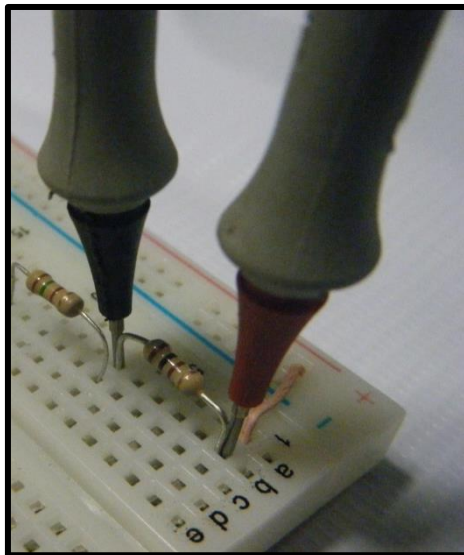

Figura 1.3. Medición de resistencias.
3. Desconéctense las puntas de prueba y colóquense en los extremos de la resistencia que se vaya a medir, como se observa en la *figura 1.3*, (*asegurándose antes de que la resistencia este desconectada de la alimentación eléctrica*). Se lleva el ajuste de la escala del óhmetro hasta que se logre aproximadamente una deflexión de media escala (asegurándose de reajustar el cero del final de la escala antes de anotar el valor de la resistencia). Esta escala dará el resultado más exacto. Se puede leer directamente la resistencia a partir de la deflexión del apuntador en la escala adecuada.